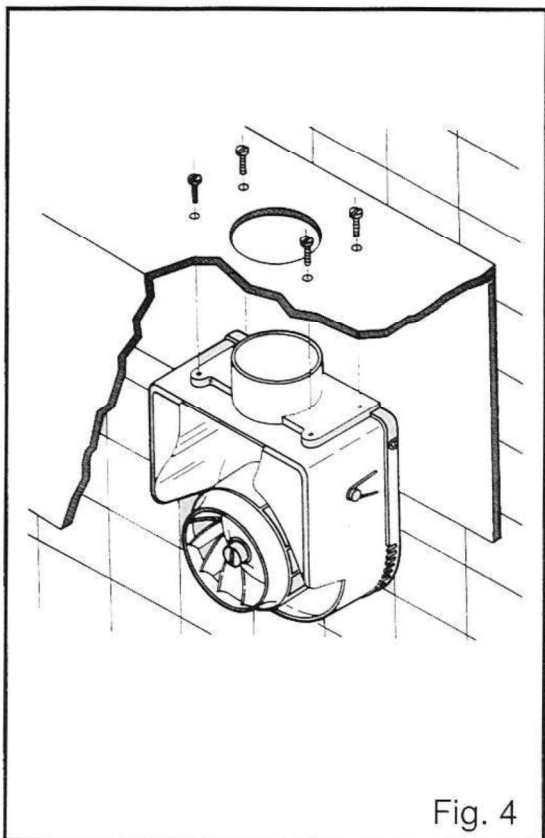

Fig. 4
- Ventilátor může být připevněn buď na zeď (**Fig. 3**) nebo přímo k zákrytu (**Fig. 4**). Veškerý potřebný montážní materiál je dodáván společně s ventilátorem a to včetně šablony pro šrouby.